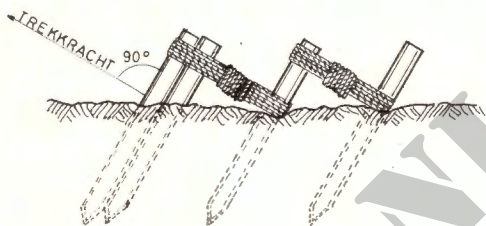

fig. 4
- 3-2-1 : 2000 kg (zie fig. 4)
e Derk (fig. 4)